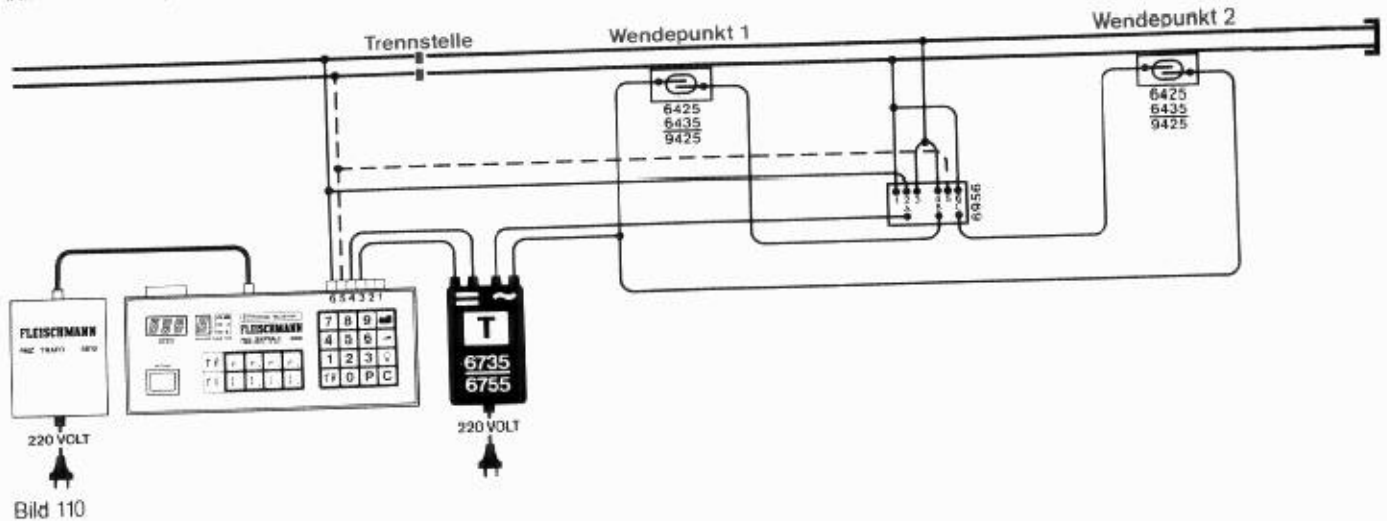
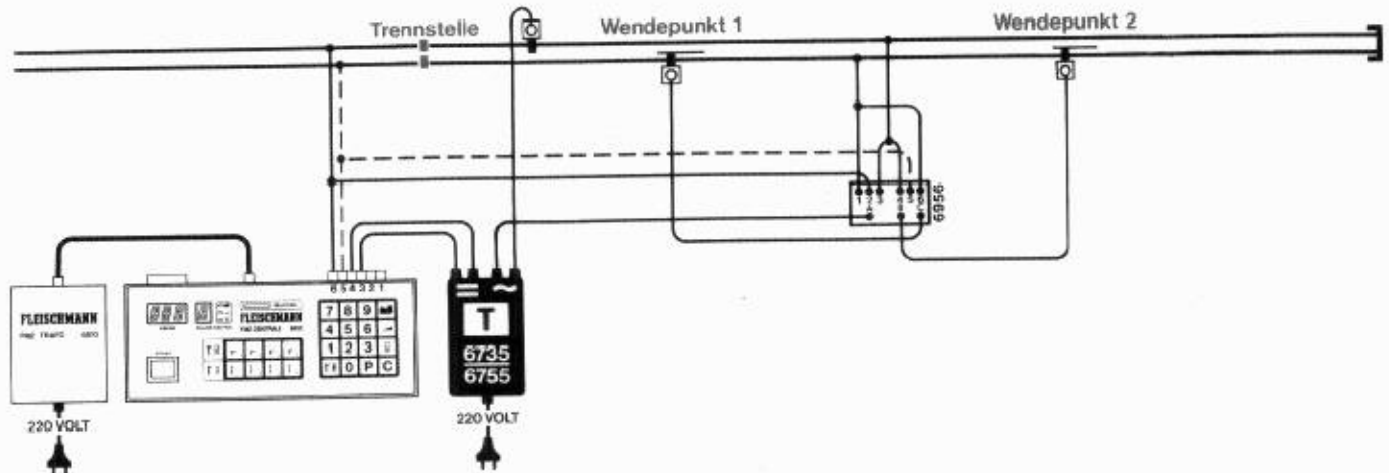

Bild 110
Bild 111
Anschlußbeispiele für eine **Wendezugschaltung** zeigen die Bilder 110 und 111. Bild 110 veranschaulicht das Anschlußschema unter Verwendung der Schaltkontakte Artikel-Nr. 6425 oder 6435 (HO) bzw. Artikel-Nr. 9425 (N-«piccolo»). Bild 111 zeigt dieselbe Schaltung für Baugröße HO unter Verwendung der Schaltschiene Artikel-Nr. 6402 (Modellgleis) oder 6432 (PROFI-GLEIS). In bei-